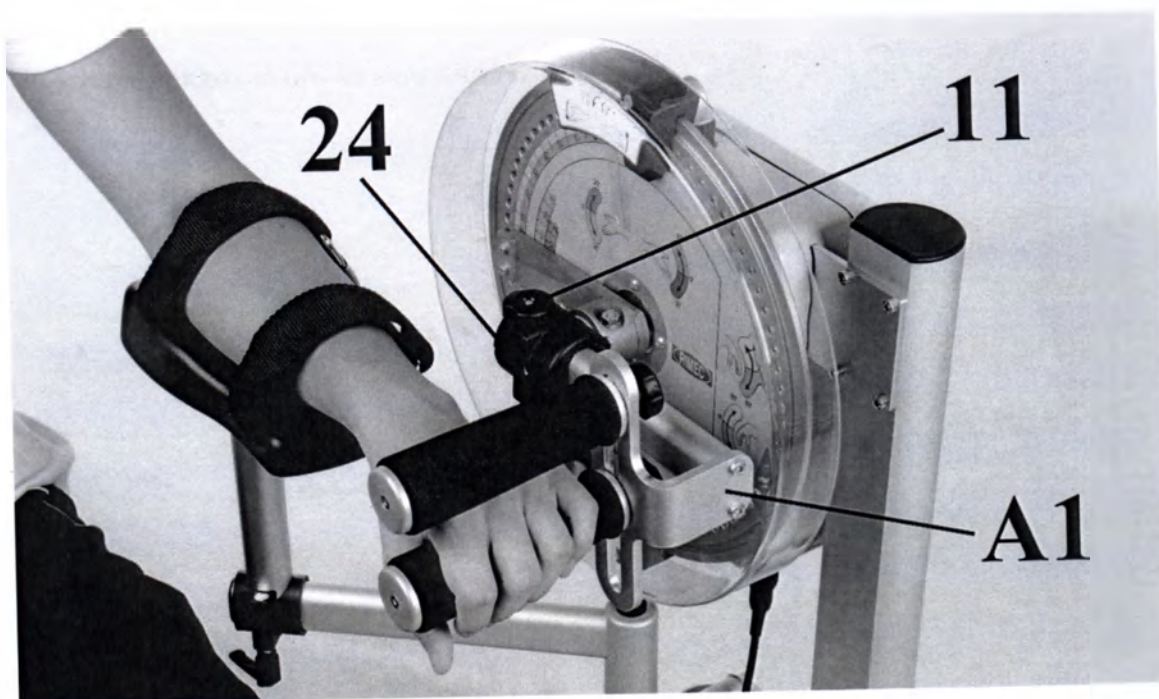

Рис.9
- Регулярно проверяйте пружину 20, чтобы убедиться, что она работает нормально (рис. 9).
- Поместите конечность пациента на аппарат, как показано на рис. 9 и 10. Запястье должно находиться на уровне середины Зажима (24) - так, чтобы пациент мог хорошо захватить резиновую трубку (59), после чего туго затяните винт (11). Отрегулируйте длину резиновой трубки, чтобы ладонь находилась на одном уровне с предплечьем. Поместите резиновую трубку (60) на тыльную сторону ладони.